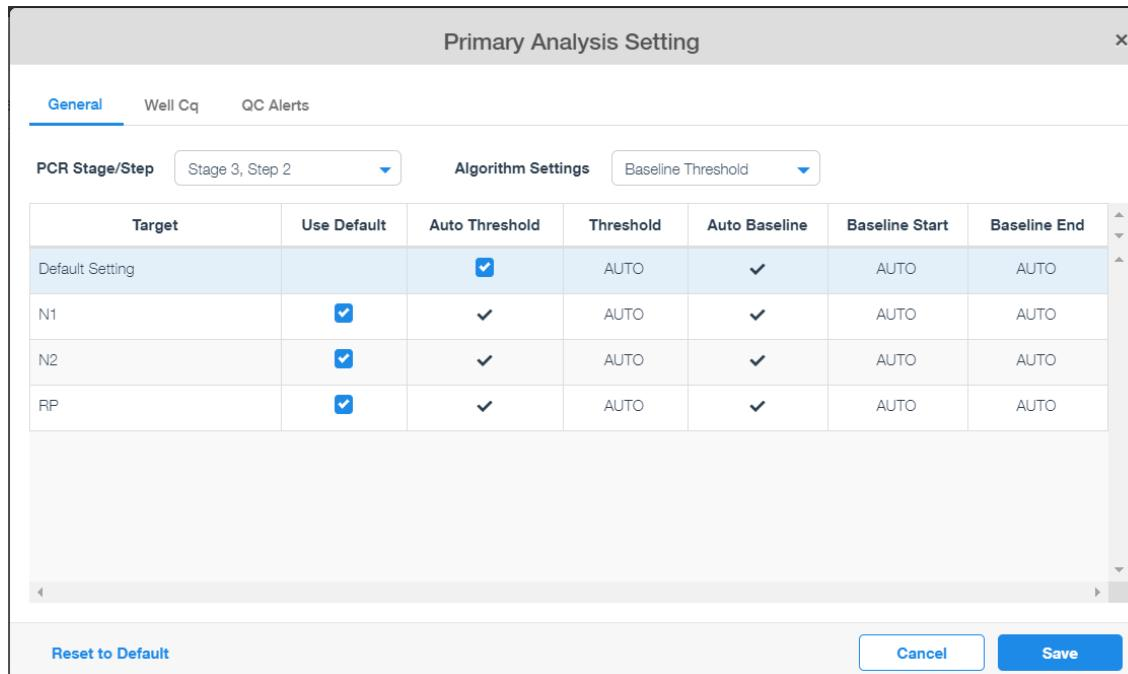

Abbildung 27 Standardeinstellungen im Design & Analysis-Dialogfeld „Primary Analysis Setting“ (Primäranalyseeinstellung)
- 3 Klicken Sie auf **Actions** (Aktionen) > **Primary Analysis Setting** (Primäranalyseeinstellung). Das Dialogfeld „Primary Analysis Settings“ (Primäranalyseeinstellungen) wird geöffnet. Die Standardeinstellungen für dieses Dialogfeld finden Sie in **Abbildung 27**.
- 4 Vergewissern Sie sich, dass die Einstellungen mit den Werten in **Abbildung 27** übereinstimmen. Klicken Sie bei Bedarf auf **Reset to Default** (Auf Standard zurücksetzen).